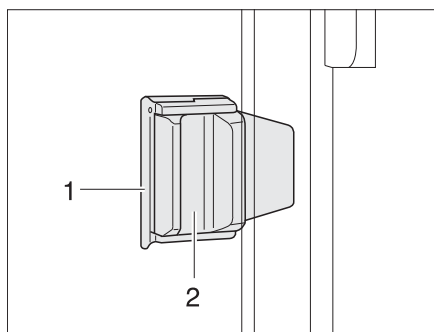

Bild 58 Skjutfönster med skjutlås
- Drag ut låsanordningen (Bild 58,1).
- Tryck handtaget (Bild 58,2) och skjut det samtidigt framåt eller bakåt.